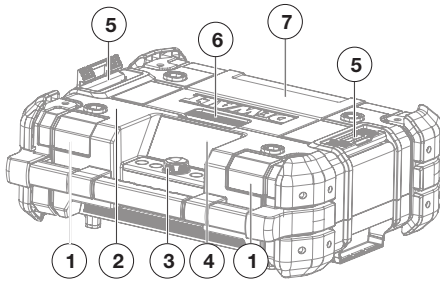
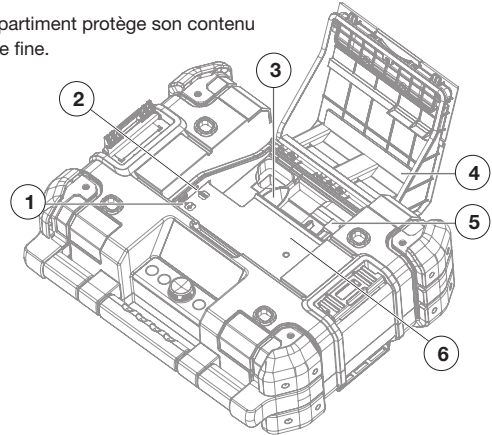

Figure 1. Vue de face
Figure 3. Compartiment de stockage
1. Ouvrez le compartiment pour retirer l'adaptateur d'alimentation CA/CC (voir Figure 1 et Figure 3).